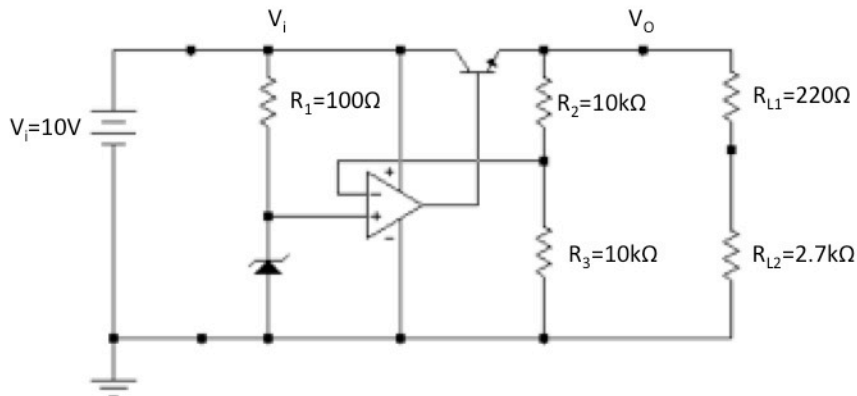

Figura 2: Regulador de Voltaje en Serie con OpAmp
La figura 2 muestra un regulador de voltaje tipo serie con amplificador operacional. El voltaje de salida del amplificador operacional es proporcional a la diferencia de voltaje en sus entradas. Cuando el voltaje en la salida intente disminuir, el divisor de voltaje que forman R_2 y R_3 hará que disminuya el voltaje en la entrada invertidora del OpAmp. Eso hará que la diferencia instantánea en los voltajes de entrada al OpAmp sea mayor y así el voltaje del OpAmp aumentará, compensando la disminución en la salida. Cuando el voltaje en la salida disminuya, ocurrirá exactamente lo opuesto. El voltaje en la salida del circuito se puede estimar como:
1. Modifique el circuito anterior, añadiendo un Op-Amp (LM741) como muestra la figura 2.